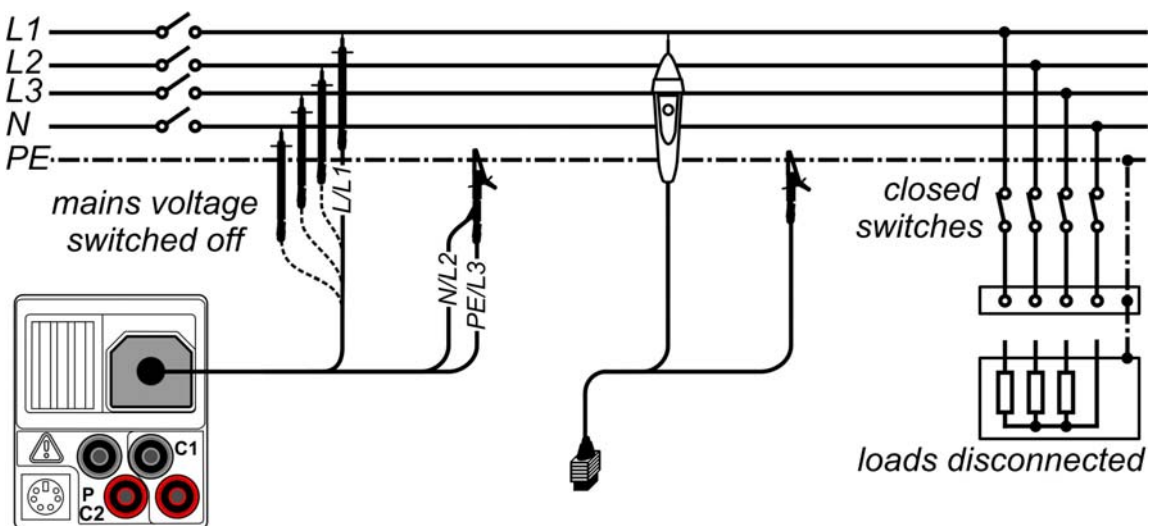

Bild 5.6: Anschlüsse für die Messung des Isolationswiderstandes
- ❑ **Schließen** Sie die Prüflleitung am Instrument und am Prüfling an (siehe Bild 5.6).